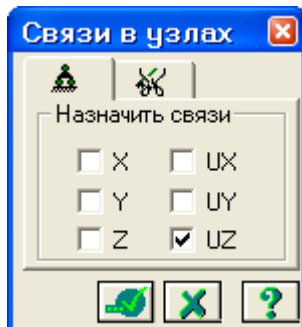

Рис.16.14. Диалоговое окно **Связи в узлах**
- С помощью пункта меню **Схема** ⇒ **Связи** (кнопка  на панели инструментов) вызовите диалоговое окно **Связи в узлах** (рис.16.14).